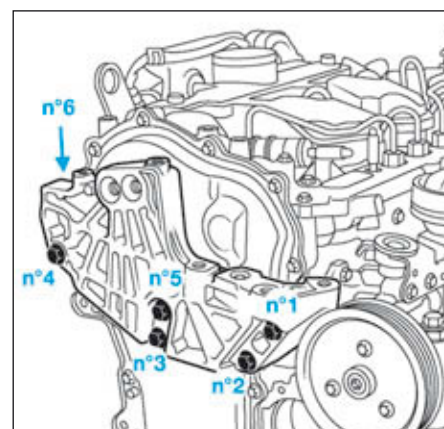

FIG.102
- Approcher les vis du support moteur dans chronologique (Fig.102).